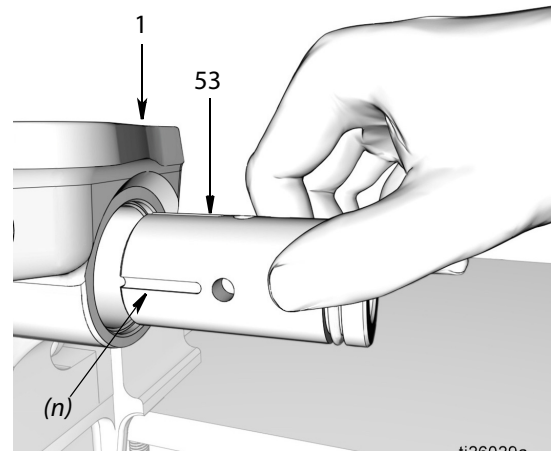

Рис. 41
- c. Установите элемент соединительной муфты насоса (53) в основание насоса (1). Для определения правильной ориентации при установке, смотрите Рис. 41.